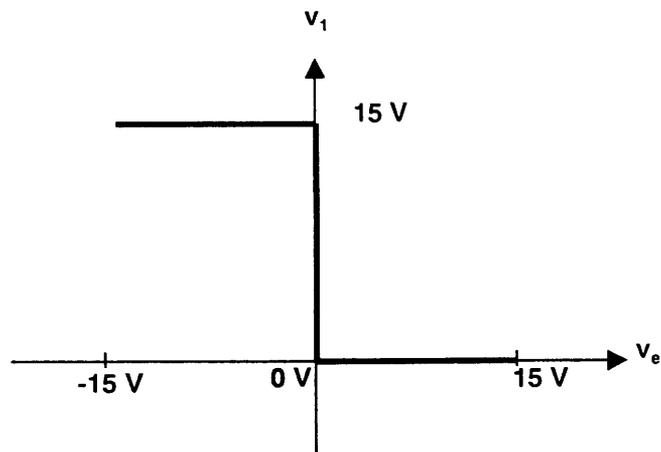

Figure 5
3.1. Ce dispositif comporte un comparateur dont la caractéristique $v_1 = f(v_e)$ est représentée Figure 5. Le comparateur est-il inverseur ou non inverseur ? Justifier.